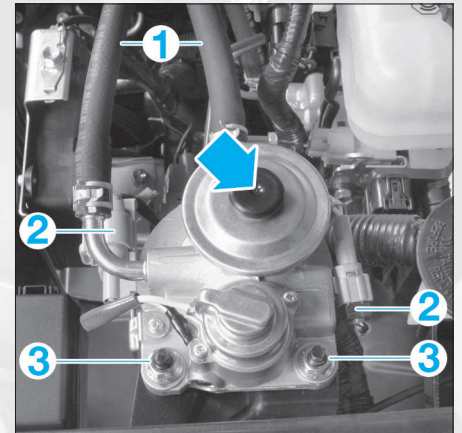

FIG. 64
- purger le circuit de combustible en actionnant la pompe d'amorçage (flèche) de l'ensemble de filtre à combustible (fig. 64).
- Débrancher les conduites de combustible (1) et obturer les canalisations (fig. 64).